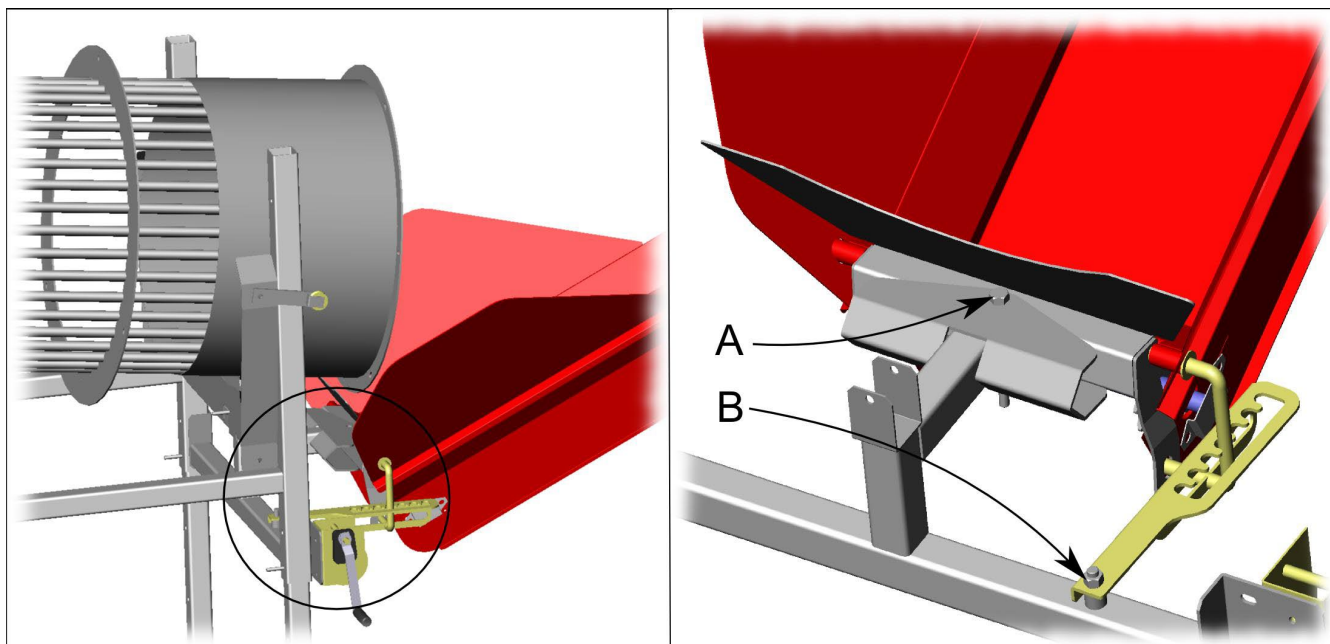

Bild 4.
- Fäst transportören i hållarens hål A (bild 4).
- Fäst transportörens låsspak i hållaren vid punkt B (bild 4).